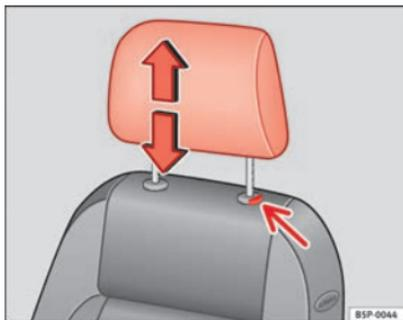

Fig. 93 Regulação ou desmontagem do encosto de cabeça
- Premir o botão ⇒ Fig. 93 (seta).